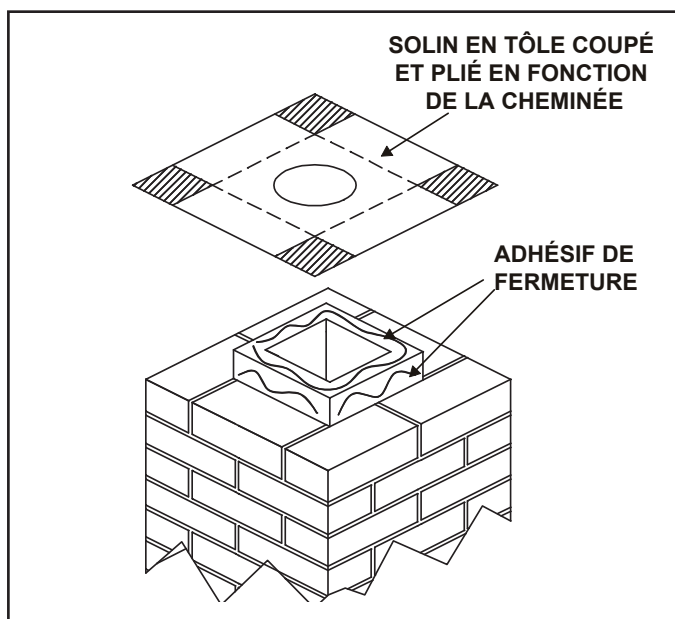

Figure 5.6
- Découpez la plaque supérieure de la cheminée afin de minimiser l'excès de surplomb ou la plier par-dessus le boisseau. Voir la figure 5.6.